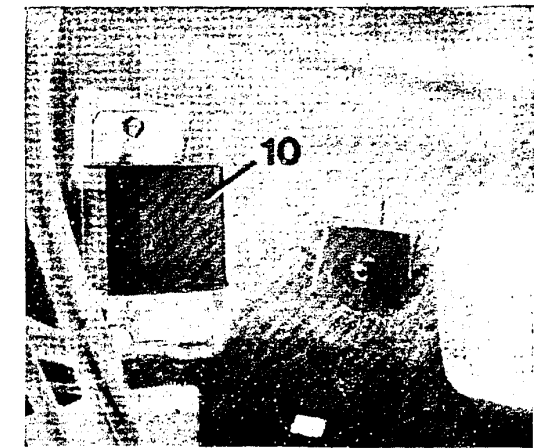

Bild 58 Das Relais für die Drehzahlregelung und Benzinabschaltung (1) am Vergaser ist im Fussraum auf Fahrerseite angeschraubt.
- Das Relais für die Drehzahlregelung und Benzinabschaltung befindet sich links im Fussraum des Fahrers (Bild 58).